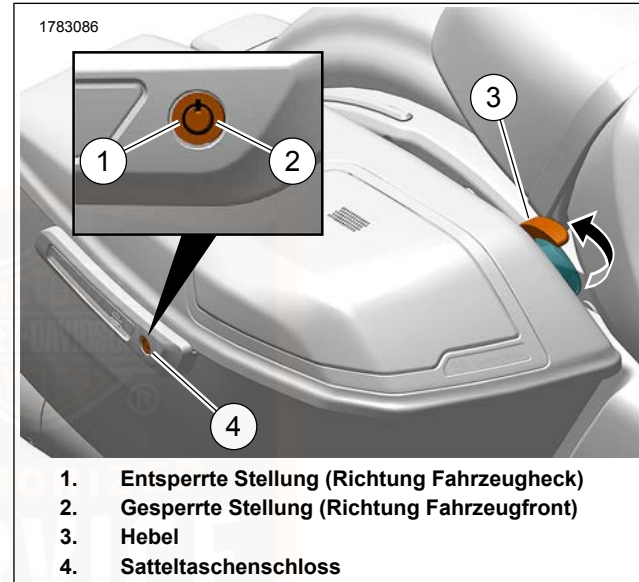

Abbildung 67. Satteltasche
Schlüssel:Siehe Abbildung 67. Den Schlüssel in das Schloss einführen. Den Schlüssel einstecken und um eine Vierteldrehung Richtung Fahrzeugfront drehen. Schlüssel zurück in mittlere Position bringen und herausziehen.
Schlüssel:Siehe Abbildung 67. Den Schlüssel in das Schloss einführen. Den Schlüssel einstecken und um eine Vierteldrehung Richtung Fahrzeugheck drehen. Schlüssel zurück in mittlere Position bringen und herausziehen.
1. Siehe Abbildung 67. Satteltasche entriegeln.
2. Den Satteltaschenhebel (3) anheben.
1. Siehe Abbildung 67. Den Satteltaschendeckel zuklappen.
2. Den Hebel (3) nach unten drücken, bis die Verriegelungen einrasten. Überprüfen, dass der Deckel sicher geschlossen ist.
1. Siehe Abbildung 67. Die Satteltasche öffnen.